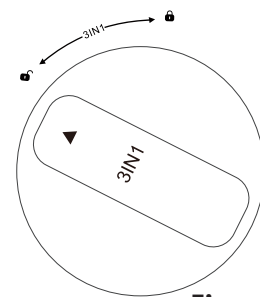

Figura 4
2. Inserte el cartucho 3 en 1 en el orificio superior, el icono del triángulo en la parte superior del elemento del filtro debe apuntar al icono de la  **figura 4**.